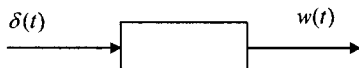

Рисунок 1.1 – Імпульсна характеристика (вагова функція)  $w(t)$
*Імпульсною характеристикою* (ваговою функцією)  $w(t)$  називається реакція системи на одиничний нескінченний імпульс (дельта-функцію або функцію Дірака) за нульових початкових умов (рис.1.1). Дельта-функція визначається рівністю